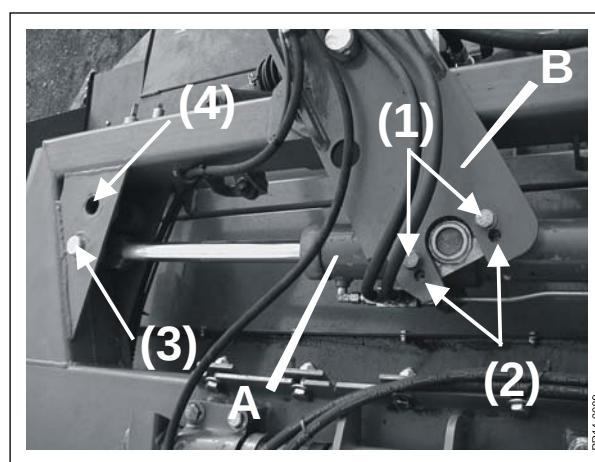
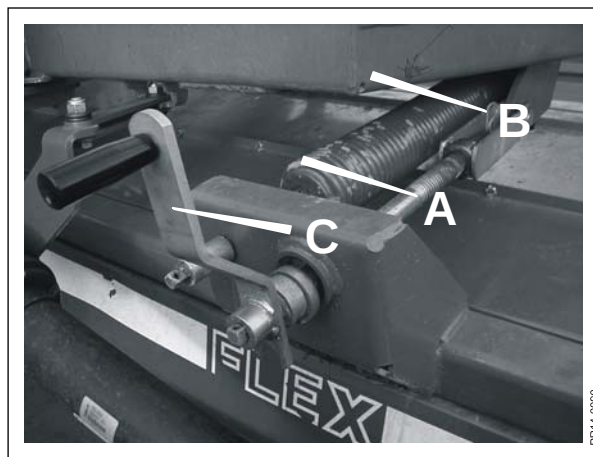

Fig. 3-10
Fig. 3-12
Fig. 3-10 Dragstångscylindern **A** kan monteras i 2 positioner på dragstången **B**. Placeringen bestämmer hur långt dragstången svänger ut åt båda sidor. Från fabrik är cylindern monterad i position **(1)**, som ger den minsta överlappningen.
Fig. 3-10 I den motsatta änden är cylindern monterad i position **(3)**. Det andra monteringshålet, position **(4)** är **ENDAST** avsett vid körning med asymmetriska strängläggningssplåtar, där utslaget för dragstången är olika för vänster och höger sida.
Fig. 3-12 När önskad position för släpskorna har valts kan en fininställning av stubbhöjden utföras med en central justering av rotorbalkens lutning via de 2 spindlarna **A**.
- Genom att lossa de vågräta TopSafe fjädrarna en aning (se fig. 3-12) och spänna de lodräta fjädrarna en aning (se fig. 3-10).